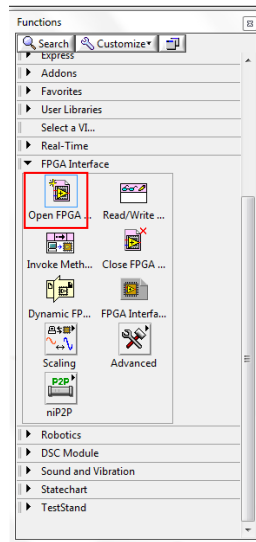

Fig. 26 Open FPGA Interface.
5. Ahora diríjase al diagrama en bloques y en la ventana de Functions busque FPGA Interface → Open Fpga (Fig.26) y arrástrela al diagrama en bloques.